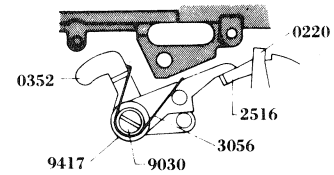

Fig. 46
19. Set 0361, 0388 and 0362 by turning the spool to the position shown in Fig. 46.
19. スプールを回し、0361と0388、0362の関係がFig. 46のようになる位置にする。